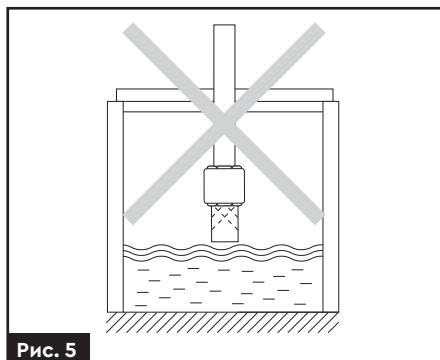

Рис. 5
- Зворотний клапан з фільтром грубого очищення не має бути на рівні або вище за джерело води (**рис. 5**).